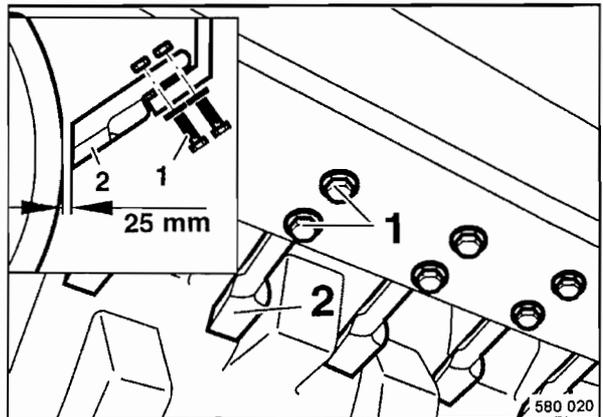

Fig. 65
- Comprobar los rascadores 2 (Fig. 65) por su ajuste y estado. Si fuese necesario, reajustarlos o cambiar dientes.